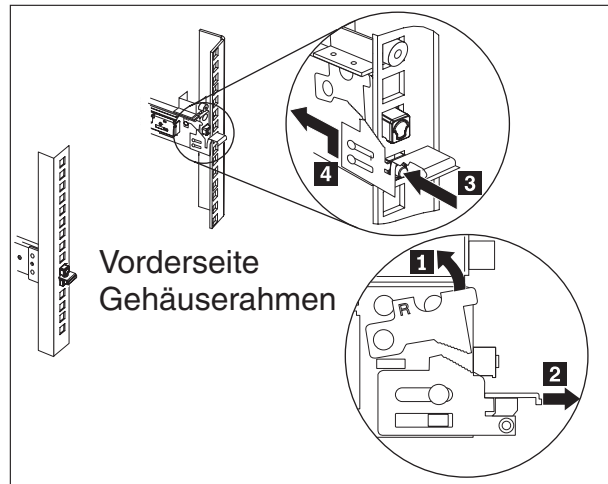

Abbildung 23. Ende der Schienen entfernen
4. Entfernen Sie das Ende der Schienen, wie in Abb. 23 auf Seite 61 dargestellt.